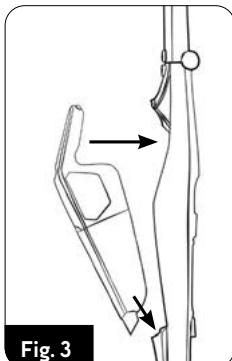

Fig. 3
5. Installeer de stofzuiger (5) in de handgreep (2) zoals weergegeven in de afbeelding (fig.3).